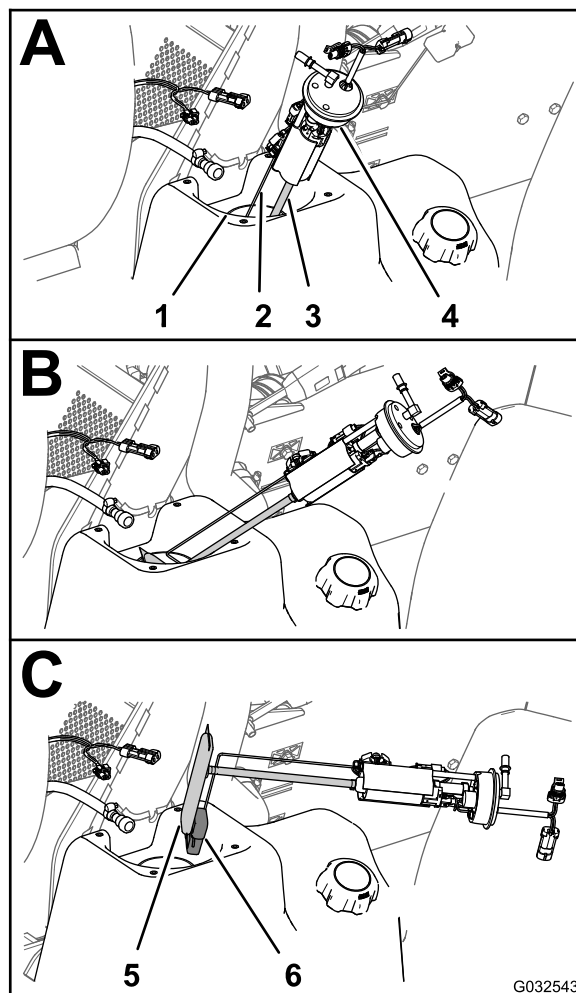
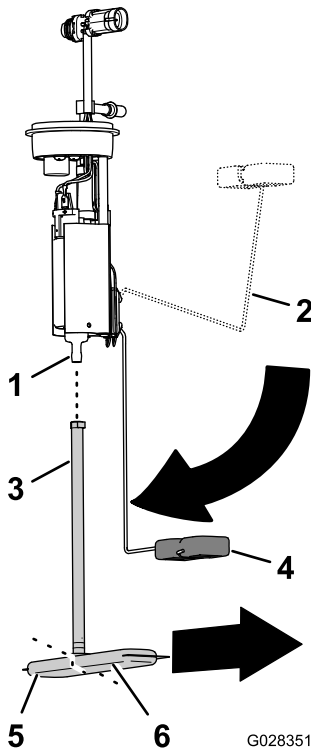

Figure 79
Figure 80
6. Soulevez et tournez avec précaution la pompe à carburant/transmetteur pour l'extraire du goulot du réservoir de carburant (Figure 79).
1. Détachez du raccord de la pompe à carburant le tube d'aspiration du filtre à carburant (Figure 80).
2. Alignez le tube d'aspiration du nouveau filtre à carburant et le raccord de la pompe à carburant (Figure 80).
3. Alignez la longue patte du filtre à carburant sur le flotteur quand le bras du flotteur à la position vide (Figure 80).
4. Insérez le raccord de la pompe à carburant dans le tube d'aspiration jusqu'à ce que le raccord soit parfaitement engagé (Figure 80).
1. Soutenez le bras de flotteur et le tube d'aspiration ensemble, et glissez le flotteur et le filtre à carburant dans l'ouverture du réservoir de carburant (Figure 79).
2. Insérez la pompe à carburant/transmetteur dans le goulot du réservoir (Figure 79 et Figure 80).
3. Placez l'écrou et le joint par dessus la pompe à carburant/transmetteur et sur le goulot du réservoir de carburant, et serrez l'écrou à la main (Figure 79).
4. Branchez le raccord du flexible de carburant au raccord de la pompe à carburant (Figure 79).
5. Rebranchez le connecteur à 2 douilles du faisceau de la machine au connecteur à 2 broches de la pompe à carburant/transmetteur; rebranchez le connecteur à 2 broches du faisceau de la machine au connecteur à 2 broches de la pompe à carburant/transmetteur (Figure 79).